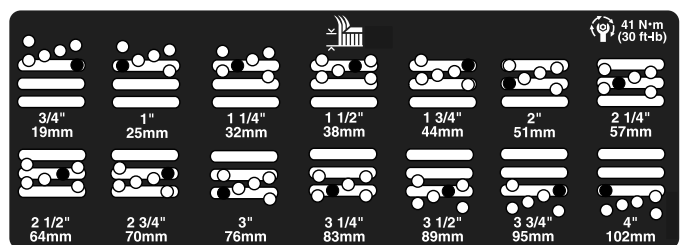

Bild 7
5. Stellen Sie die Kammer auf die gewünschte Schnitthöhe ein und setzen Sie das Distanzstück im gewünschten Schnitthöhenloch und -schlitz ein (Bild 7).